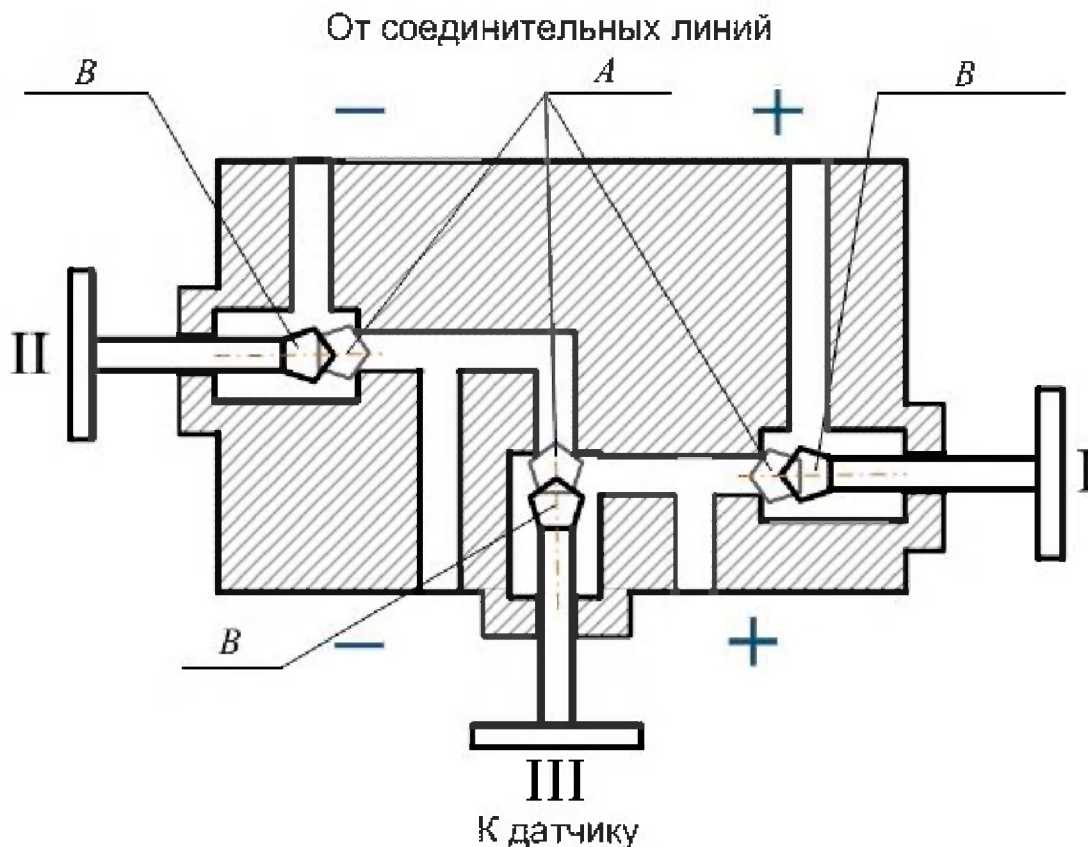

Рисунок 1 — Схема клапанного блока
2.2.8 Для исключения случаев возникновения односторонних перегрузок в процессе эксплуатации датчиков разности давлений необходимо строго соблюдать определенную последовательность операций при включении датчика в работу при использовании клапанного блока (рисунок 1):